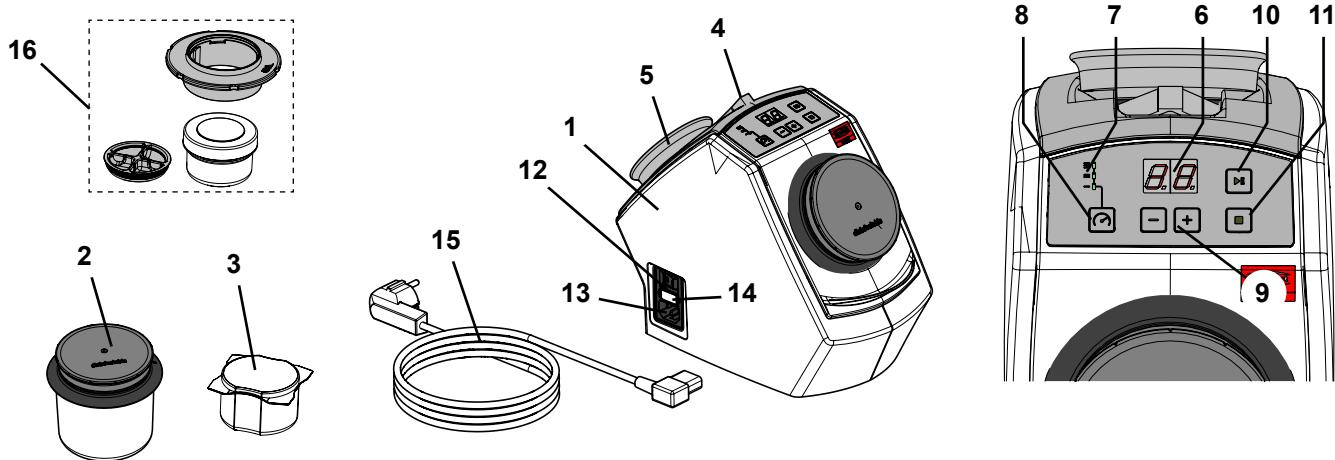

Abb. 1
- Der Haltemagnet (Abb.1, Pos.5) enthält Blei
- ⇒ Platzieren Sie die beiliegende Pinzette und den Haltemagneten in den Haltemulden auf der Geräterückseite (Abb. 1).
- ⇒ Wählen Sie das Netzkabel (15, Abb. 1) mit dem in Ihrem Land passenden Netzstecker.
- ⇒ Netzkabel in Netzanschluss (13, Abb. 1) einstecken.
- ⇒ Schalten Sie das Gerät am Netzschalter (12, Abb. 1) ein.
- ⇒ Befüllen Sie den Reinigungsbecher (2, Abb. 1) mit 75 g Reinigungsnadeln (entspricht einer Verpackungseinheit).